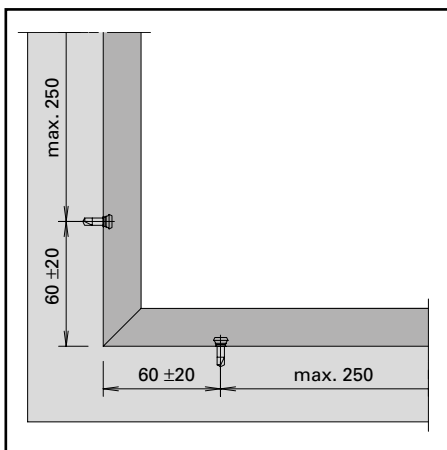

Abb. 7 / Fig. 7 / Fig. 7
**Anordnung Befestigungsknöpfe (Abb. 7)**
**Disposition des boutons de fixation (Fig. 7)**
**Positioning fastening studs (fig. 7)**